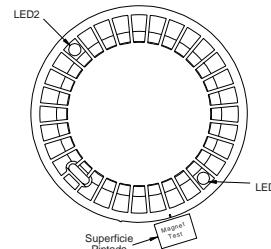

Figura 1. Ubicación del Imán de Prueba
1. Pruebe el sensor situando el imán de prueba (Modelo M02-04 - opcional) al lado de la carcasa exterior a unos 2 cm de distancia del LED1 en dirección a la pequeña línea marcada en la superficie de la cabeza del detector, según se indica en la **Figura 1**.